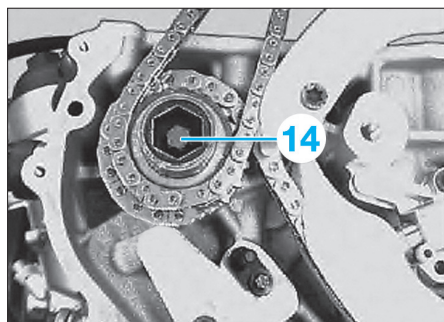

Fig. 17
- Placer le pignon de chaîne (10) sur la pompe haute pression.
- Visser la vis centrale (14) de la pompe haute pression et la serrer au couple d'insertion (Fig.17).